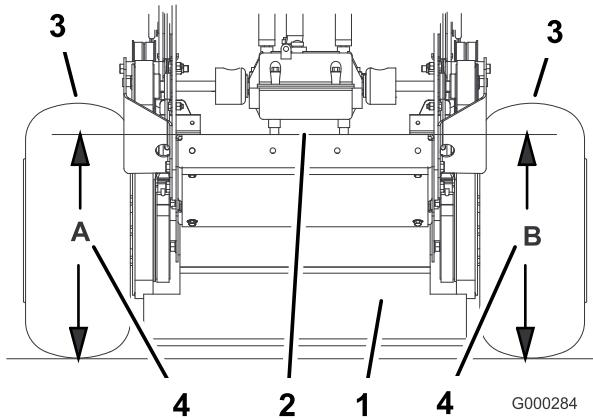

Figure 63
- Mesurez la hauteur du plancher moteur au point **A** (Figure 63).
- Measurez la hauteur du plancher moteur au point **B** (Figure 63).